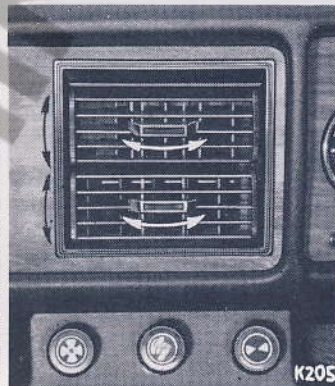

Fig. 15
**Persiana di Ventilazione (Fig. 15)**